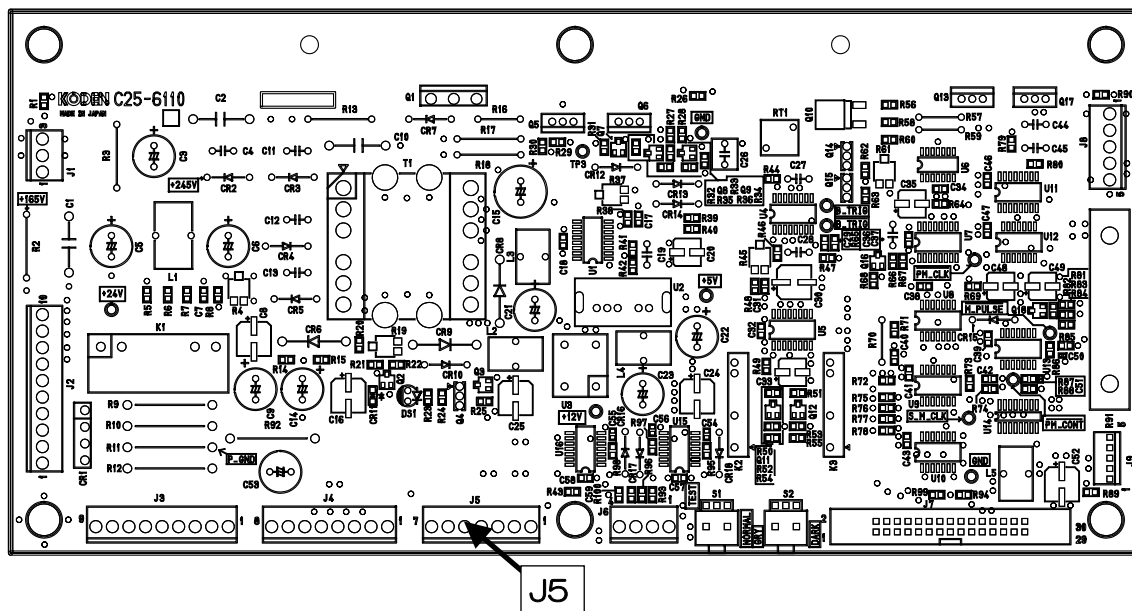

図 4.6 C25-6110 J5 配置説明図
9. 記録器 WINCH コネクターから、C25-6110 J5 までの導通をテスターで確認します。ウィンチコネクター9ピンとC25-6110 J5-4ピン(橙)間の導通を確認してください。導通があれば、正常です。(図 4.6 参照)
10. 記録器 WINCH コネクターから、C25-6110 J5 までの導通をテスターで確認します。ウィンチコネクターEピンとC25-6110 J5-1ピン(黒)間の導通を確認してください。導通があれば、正常です。(図 4.6 参照)